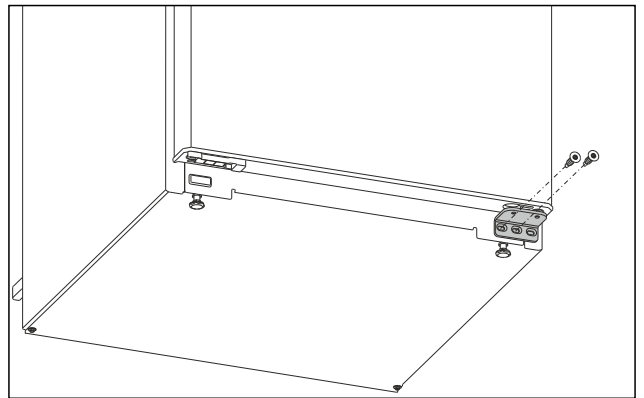

Fig. 4
- ▶ Відкрутіть середній гвинт на нижньому опорному кронштейні за допомогою викрутки Torx 20. Fig. 4 ()
- ▶ Відкрутіть внутрішній гвинт на нижньому опорному кронштейні за допомогою викрутки Torx 20. Fig. 4 ()